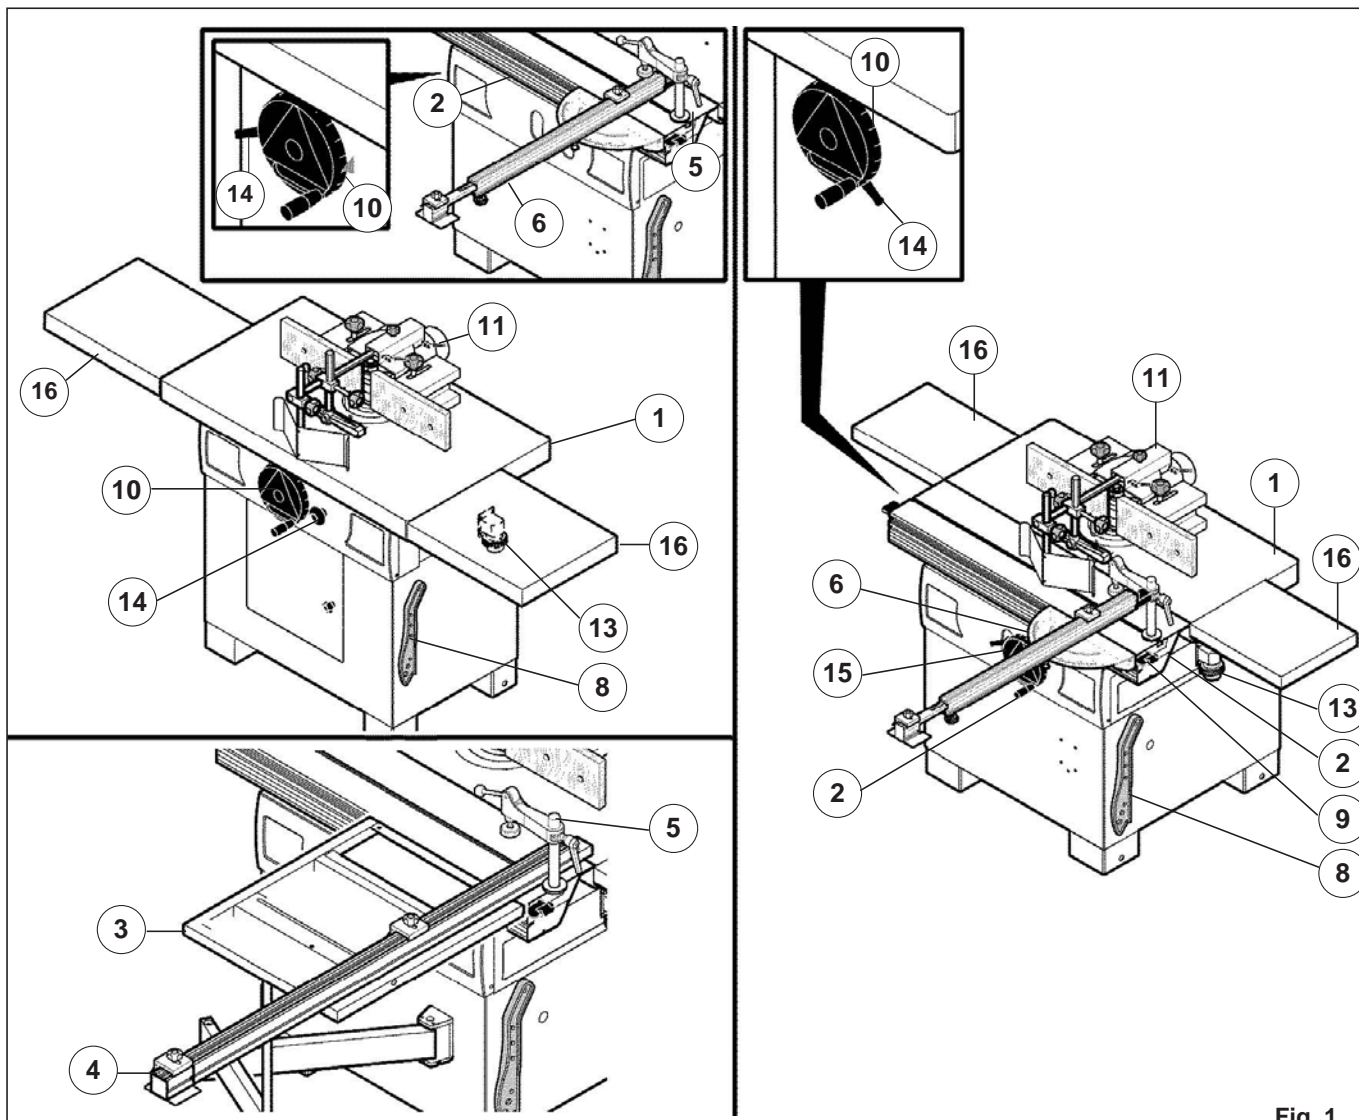

Fig. 1
2.1. MASKINBESKRIVNING (bild 1)